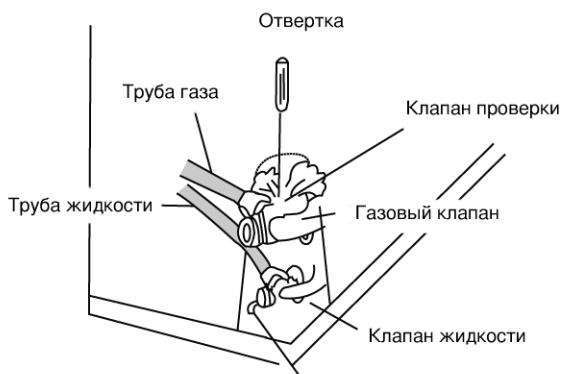

Рис. 1
1. Приставьте соединительную трубу прямо к трубному соединению. Рис. 1.